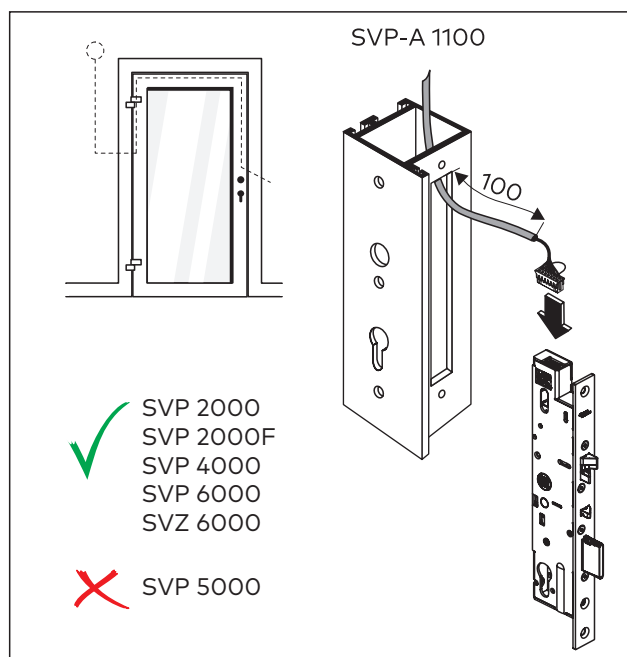

Abb. 15 Kabel anschließen
1. Das Kabel anschließen (Abb. 15).